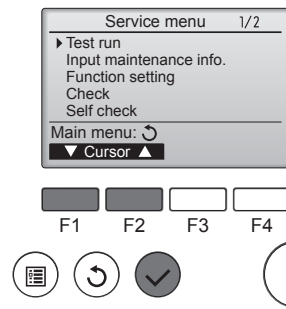

Fig. 7-1
- ① Selezionare l'opzione "Test run" (Prova di funzionamento) dal Menu di Servizio, quindi premere il pulsante [SCEGLI]. (Fig. 7-1)